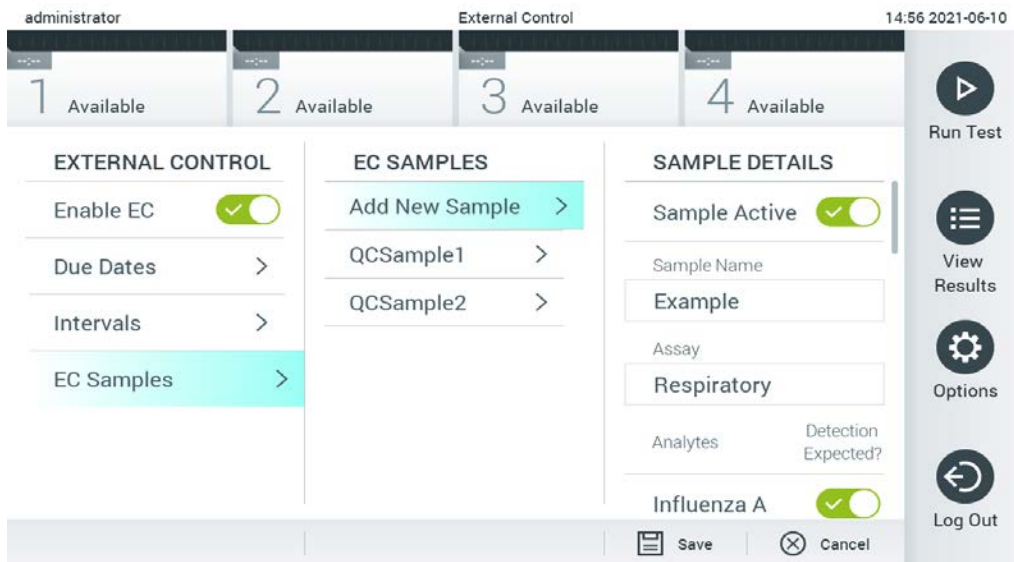

Figura 53. Ecrã External Control EC Samples (Amostras de EC do controlo externo).
5. Selecione **EC Samples** (Amostras de EC) para adicionar ou editar amostras que sejam usadas num teste de controlo externo. Para adicionar uma nova amostra de EC, prima **Add new Sample** (Adicionar nova amostra) e depois continue com a configuração na coluna da direita (Figura 53). Para editar uma amostra de EC, selecione uma amostra existente na coluna do meio e continue com a configuração na coluna da direita.